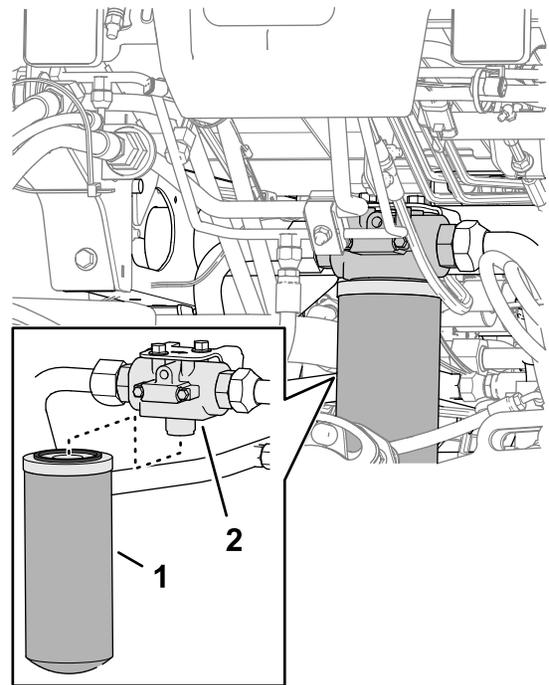

Figura 145
2. En la parte delantera de la máquina, coloque un recipiente de vaciado debajo del filtro de retorno (Figura 145).